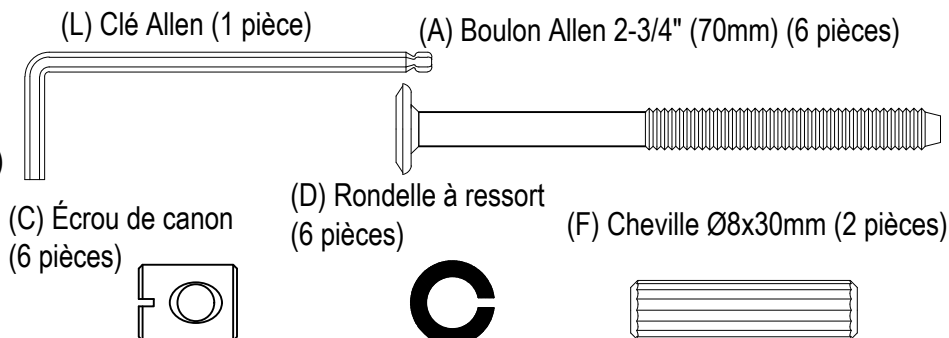

FIG 1
- Insérer le tenon à l'extrémité du rail avant supérieur (4), du rail du tiroir (5) et du rail inférieur (6) dans la mortaise du côté gauche (2) comme diagramme. Fixez le rail avant supérieur (4) et le rail inférieur (6) à l'aide du boulon Allen (A), de l'écrou de canon (C), de la rondelle à ressort (D), comme le montre la FIG 1. Serrez tous les boulons avec la clé Allen (L).